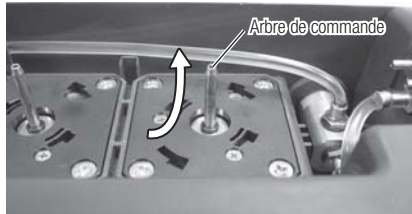

Fig.38
- Essayez les saletés et l'eau de l'arbre de commande, de bas en haut. (Fig.38)